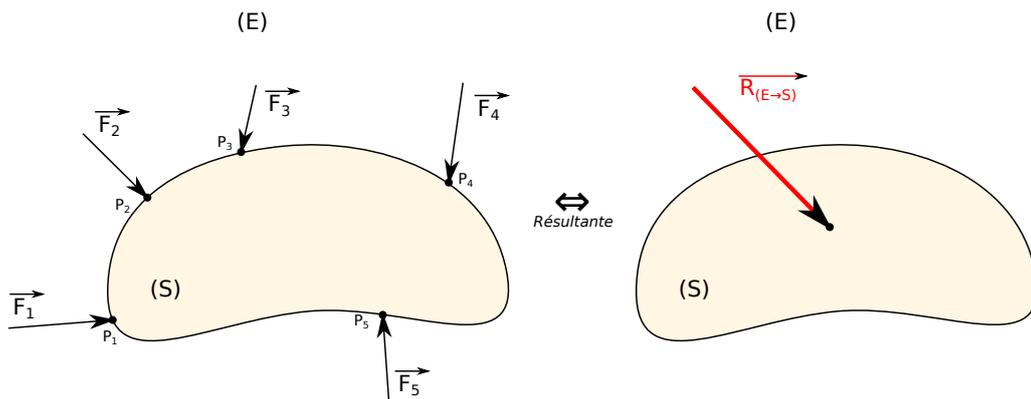

FIGURE 1 – Résultante des actions mécaniques.
Soit un corps S subissant de la part d'un ensemble (E) une action mécanique modélisée localement par "n" forces $\vec{F}_i(E \rightarrow S)$ de points d'application P_i (fig.1). On définit alors le vecteur suivant :
Soit un corps S subissant de la part d'un ensemble (E) une action mécanique modélisée localement par " n " forces $\vec{F}_i(E \rightarrow S)$, de points d'application P_i (fig.1). On appelle **moment résultant en A de la résultante \vec{F}_i** , le vecteur